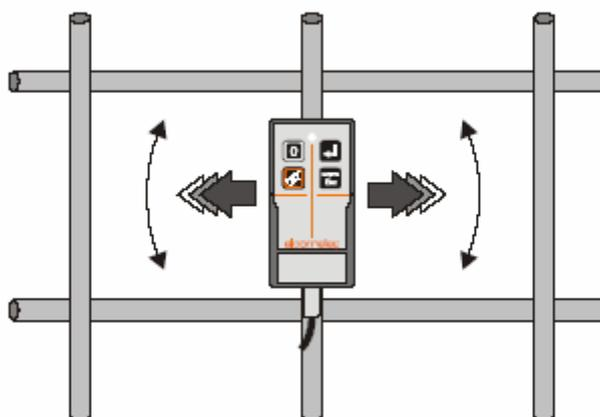

図12: 鉄筋の向きの特定
2. サーチヘッドを鉄筋の上にあてがう。サーチヘッドを左右に移動して、信号が最も強くなる位置まで時計回り、または、反時計回りに回転させます(図12)。信号が最も強くなった時、サーチヘッドは、鉄筋に平行の位置にあります。